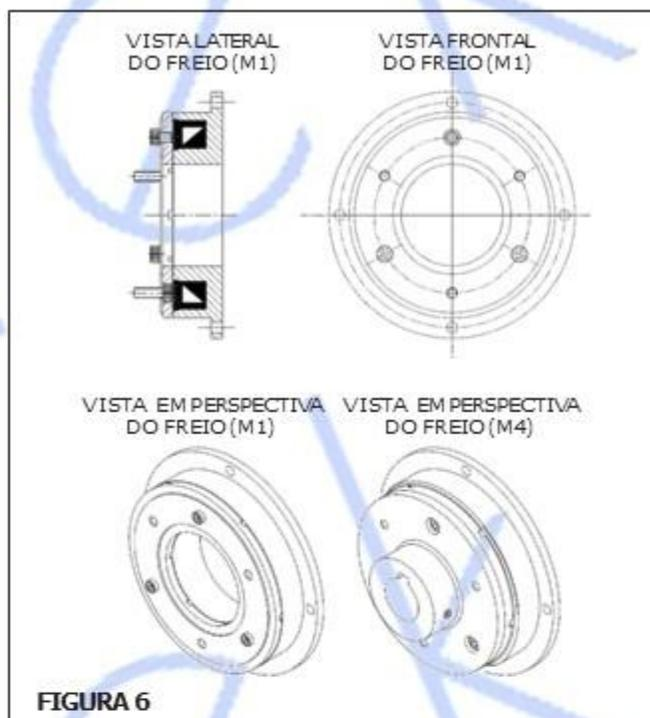

FIGURA 6
- Pela centragem dos furos de fixação (conforme mostra a Fixação 1, da Figura 6);
- Pelo furo interno do conjunto (conforme mostra a Fixação 2, da Figura 6);
- Pelo furo externo do conjunto (conforme mostra a Fixação 3, da Figura 6).
Como se nota na Figura 6, os conjuntos possuem fixação padrão da mola na Placa de Atrito, de 3 furos ou 4 furos equidistantes (o número de furos alterna de acordo com o tamanho do modelo), e também os demais furos para fixação contrária, sendo essa do Conjunto na Estrutura da máquina do cliente (caso seja a Montagem 1 ou Montagem 2), ou fixação no Cubo (caso seja a Montagem 3 e Montagem 4).
Ou seja, caso seja aplicado em um sistema que necessita de um torque abaixo do torque nominal, então a mola poderá ser fixada na Placa de Atrito na opção de Retorno Leve (furação ao lado da padrão central, sentido horário, como se nota na Figura 6).